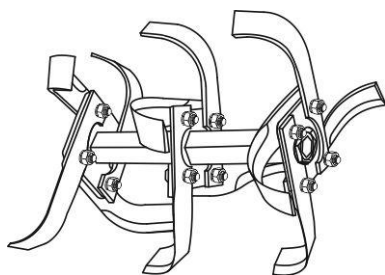

Рисунок 12 – Ґрунтофреза у зборі
6. Скласти інші сегменти ротора ґрунтофрези (див. рисунок 12). Складання лівої половини ґрунтофрези здійснюється аналогічно, з урахуванням напрямку обертання ротора.